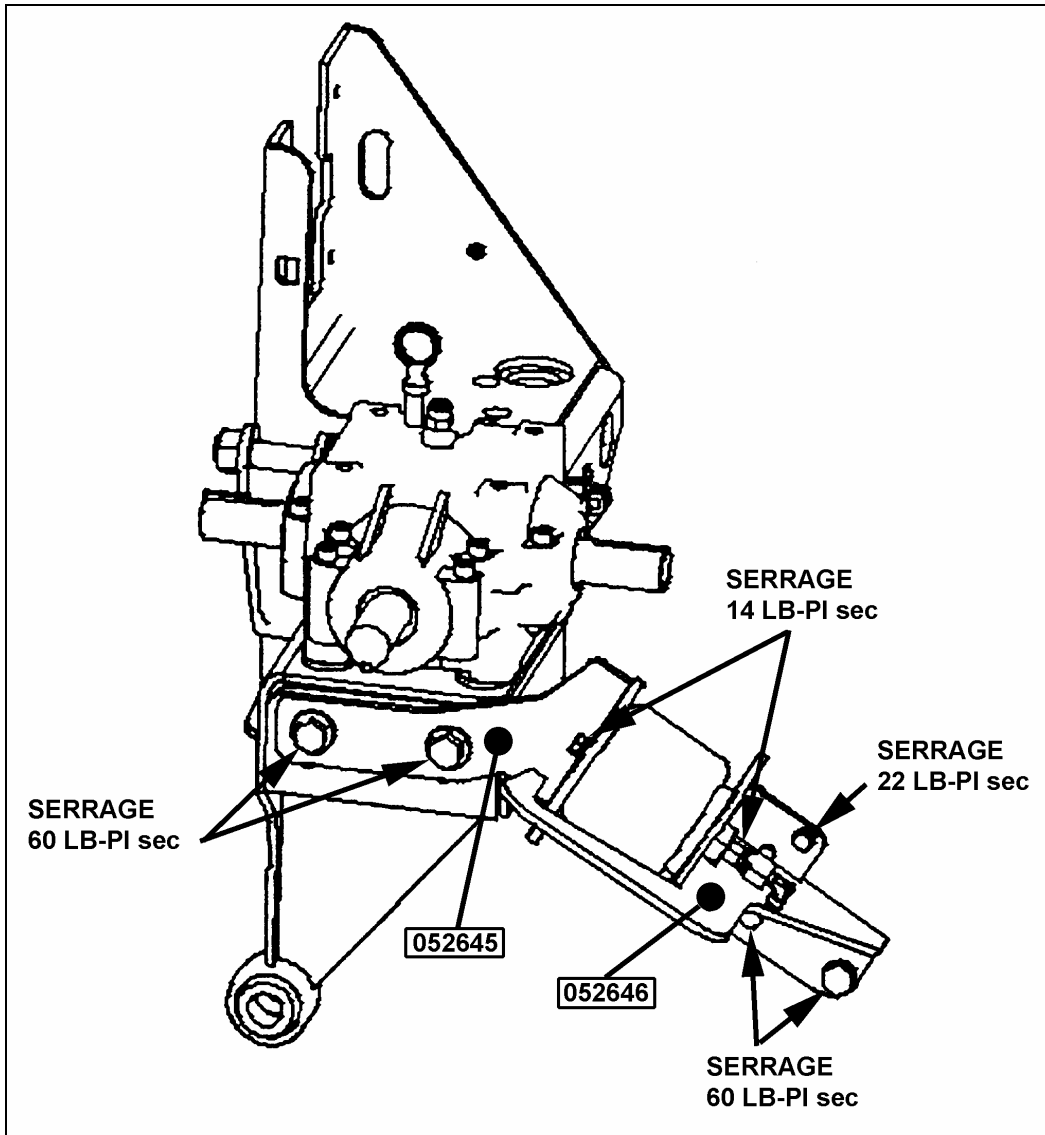

FIGURE 5
3. Déboulonner les supports d'attache du ballon (Voir figure 5).
4. Réinstaller le ballon avec les nouveaux supports d'attache (052645 et 052646). Serrer les boulons aux couples spécifiés à la figure 5.